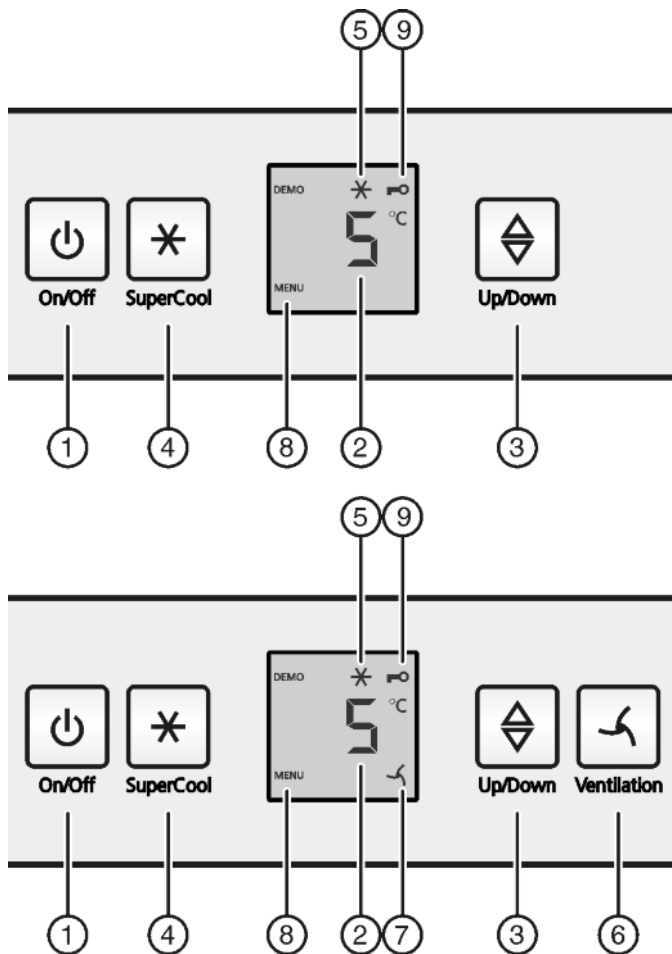

Fig. 2
- ▶ Nacisnąć przycisk On/Off Fig. 2 (1).
- ▶ Nacisnąć i przytrzymać przycisk SuperCool Fig. 2 (4) przez ok. 5 sekund.
- ▷ Na wskaźniku pojawia się symbol menu Fig. 2 (8).
- ▶ Krótco potwierdzić przyciskiem SuperCool Fig. 2 (4).
- ▷ Na wskaźniku świeci symbol zabezpieczenia przed dziećmi Fig. 2 (9).
- ▶ Krótco wcisnąć przycisk On/Off Fig. 2 (1).
- ▶ Wywołanie funkcji temperatury: Nacisnąć przycisk ustawiania *Fig. 2 (3)*.
- ▶ Zmiana temperatury krokami po 1 °C: Tyle razy naciskać przycisk ustawiania *Fig. 2 (3)*, aż na wskaźniku temperatury pojawi się żądana temperatura.
- ▶ krótko nacisnąć przycisk SuperCool *Fig. 2 (4)*.
- ▶ Na wskaźniku świeci symbol SuperCool *Fig. 2 (5)*.
- ▶ Na wskaźniku gaśnie symbol SuperCool *Fig. 2 (5)*.
- ▶ Krótko nacisnąć przycisk wentylatora *Fig. 2 (6)*.
- ▶ Świeci symbol wentylatora *Fig. 2 (7)*.